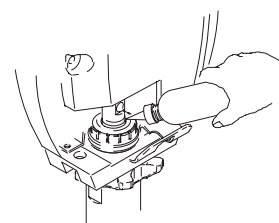

Fig. 22
- Fig. 22. Remplir l'écrou de presse-étoupe de liquide d'étanchéité TSL de Graco jusqu'à ce que le liquide déborde par dessus le joint.